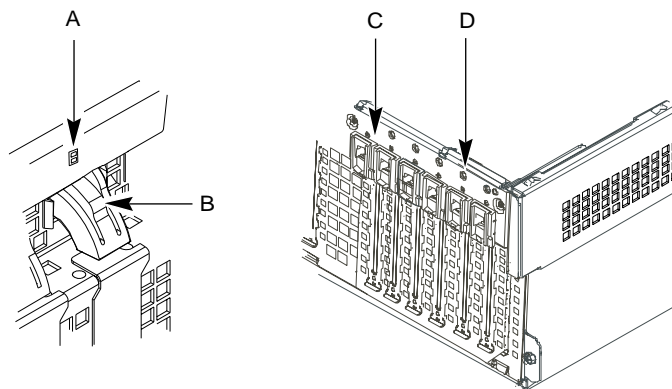

图 4-4 PCI 热插拔固定机械装置
每个热插拔 PCI 插入板都由一个 PCI 热插拔（PHP）固定机械装置定位（请参见图 4-4）。
7. 从机箱内向下按 PCI 热插拔（PHP）固定机械装置。在机箱外旋转该机械装置并将其转向机箱底部。此操作松开卡的面板。请参见第 84 页图 4-4。
11. 朝向背板按下 PCI 热插拔（PHP）固定机械装置。此操作将插入板锁定入位。请参见第 84 页图 4-4。